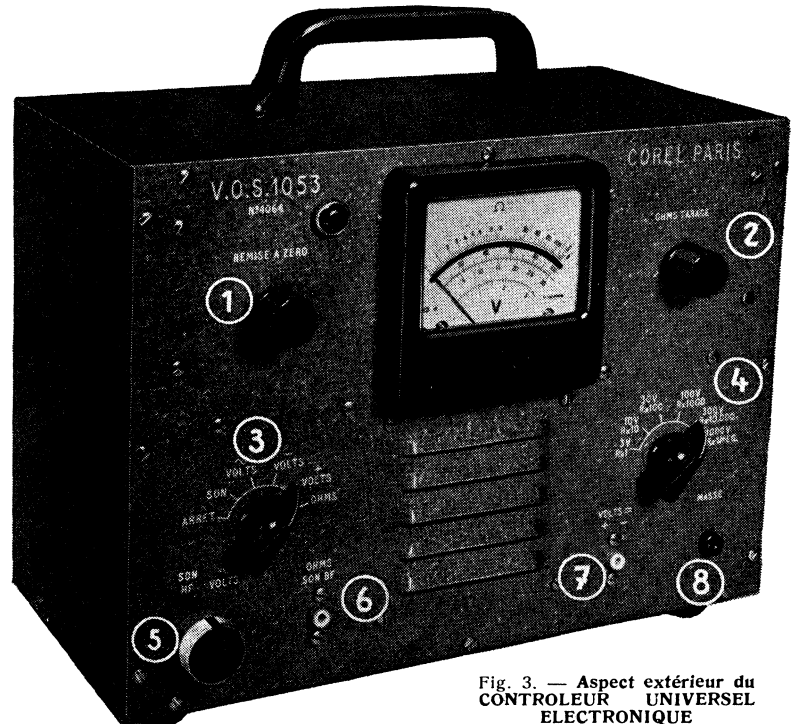

Fig. 3. — Aspect extérieur du **CONTROLEUR UNIVERSEL ELECTRONIQUE**
2. — En ce qui concerne notre signal-tracer, nous allons visser le probe 2 sur la prise 5 (fig. 3), mettre le commutateur 3 sur la position « son », placer le commutateur 4 au maximum de sensibilité (position 3 V) et réunir la prise 8 (masse) à la
à la plaque de l'amplificatrice H.F. Ici, et sans que nous touchions à l'atténuateur du générateur H.F., le signal doit devenir beaucoup plus fort, à tel point que pour lui redonner à peu près le niveau primitif, nous sommes obligés de placer l'atténuateur 4 (fig. 3) sur la position 10 V, c'est-à-dire atténuer de 10 dB environ. Cela prouve que la lampe V_1 amplifie normalement.